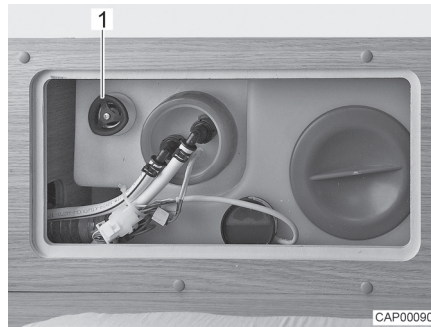

Bild 74 Wassertank mit Drehgriff
- Auf dem Wassertank den Drehgriff (Bild 74,1) entgegen dem Uhrzeigersinn über den Widerstand hinaus bis zum Anschlag drehen, um die Ablauföffnung vollständig zu öffnen.